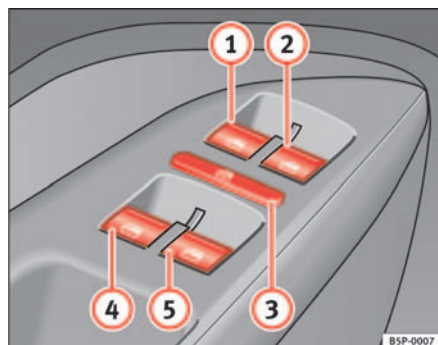

Fig. 71 Pormenor da porta do condutor: comandos para as janelas dianteiras e traseiras
Os botões ⇒ página 108, fig. 71 ① e ② têm duas posições para abrir e duas para fechar os vidros. É assim mais fácil controlar a abertura e o fecho.